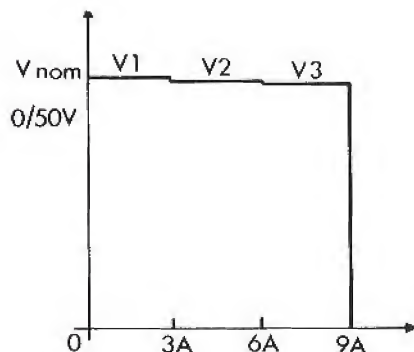

Fig. 2
**Accoppiamento alimentatori in parallelo:** predisporre gli alimentatori per la massima corrente limitata e attribuire a ciascuno una tensione V OUT intorno al valore necessario per alimentare il carico. **Collegare direttamente gli alimentatori in parallelo.** E' chiaro che nella impostazione della V OUT vi siano piccole differenze fra il valore effettivo di ciascun alimentatore e il valore nominale desiderato. Ne consegue che, a vuoto, la reale tensione d'uscita corrisponde al valore effettivo più alto e, a pieno carico, al valore effettivo più basso, con passaggi «a gradino» man mano che gli alimentatori vengono interessati al crescente assorbimento di corrente del carico. Posto N = numero alimentatori AS 670 in parallelo la corrente massima erogabile corrisponde a  $(N \times 3)$  A; oltre tale limite la caratteristica V/I si chiude «a rettangolo» come è facilmente comprensibile dal diagramma di fig. 2.